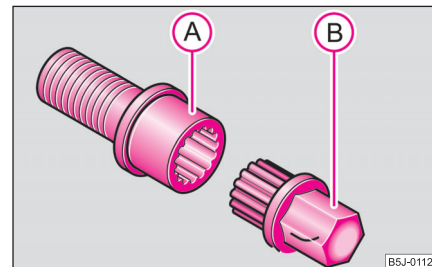

Abb. 187 Sicherheitsradschraube mit Adapter
- Stecken Sie den Adapter **(B)** mit seiner verzahnten Seite bis zum Anschlag so in die innere Verzahnung der Sicherheitsradschraube **(A)**, dass nur noch der äußere Sechskant herausragt ⇒ **Abb. 187**.